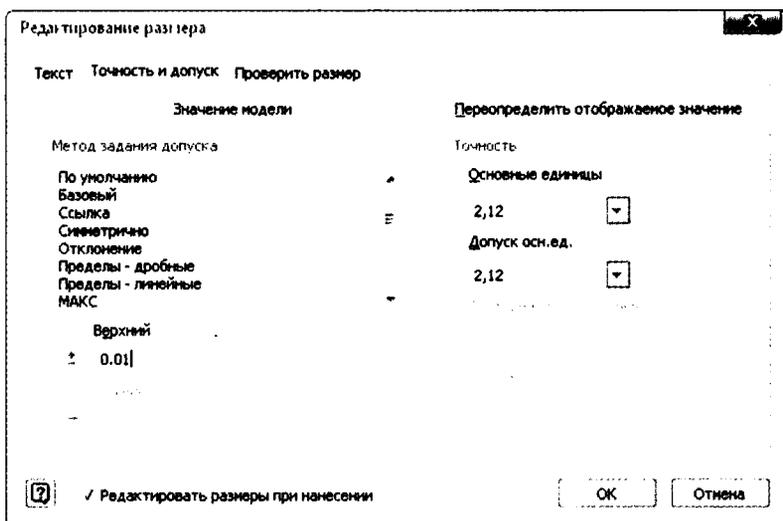

Рис. 6.23. Диалоговое окно редактирования размера
3. Выберите вкладку **Точность и допуск**, установите **Метод задания допуска – симметрично**, значение допуска – **0.01**, как показано на рис. 6.23.